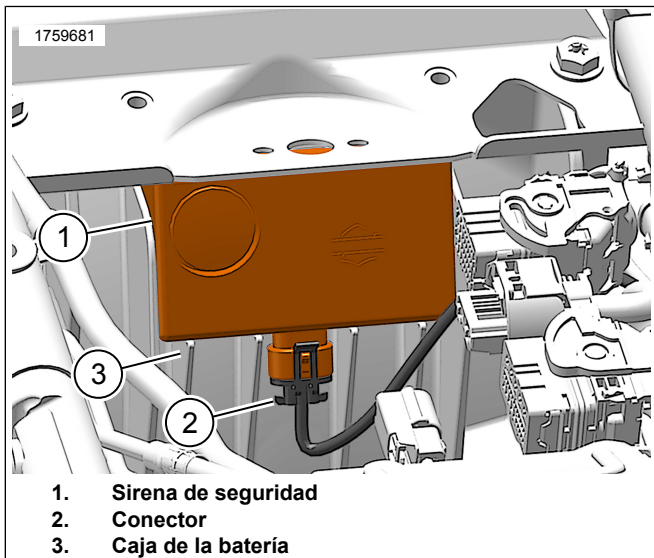

Figura 22. Sirena de seguridad
8. Figura 22 Instale la sirena de seguridad.
- a. Coloque la sirena de seguridad (1) en las aletas de la caja de la batería (3).
- b. Conecte el conector (2).